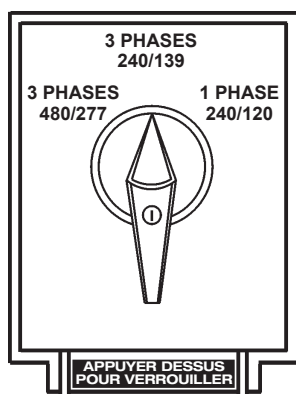

Figure 13. Tension du commutateur
Une large gamme de tensions sont disponibles pour fournir une tension d'alimentation pour une variété d'applications. Les tensions sont sélectionnées en utilisant le **commutateur de sélection de tension** (Figure 13). Pour obtenir certaines des tensions qui sont énumérées dans le Tableau 7 (voir ci-dessous), un réglage fin est nécessaire utilisant le **bouton de commande du régulateur de tension** (VR) situé sur le panneau de contrôle.
Le commutateur de sélection de tension (Figure 13) est situé au-dessus du panneau de connexion fixe du panneau de bornes de sortie. Il a été prévu pour faciliter la sélection de la tension.